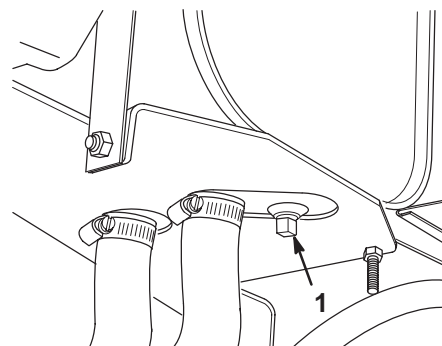

Bild 41
1. Entfernen Sie die Verschlusschraube (Bild 41) und lassen das Hydrauliköl in ein Auffanggefäß ab. Schrauben Sie die Verschlusschraube wieder fest ein, wenn kein Hydrauliköl mehr ausströmt.